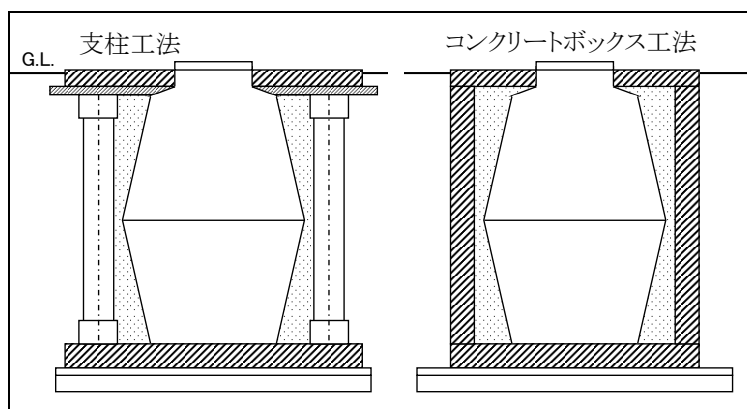

図8-5-1 補強工法の例(耐震性の向上が技術的に検証された工法ではない)
- 支柱工法、コンクリートボックス工法等により施工する(強度を向上させる、浮上を防止する; 図8-5-1 参照)